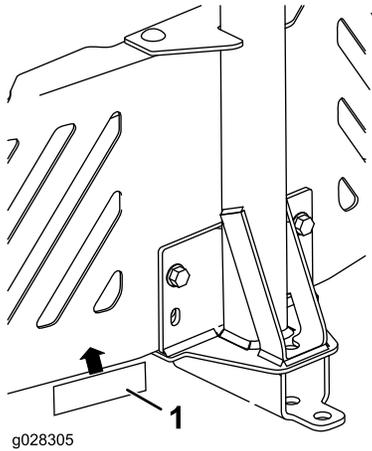

**Figura 12**
3. Sujete el bastidor de pivote a la parte inferior del bastidor de la máquina usando 2 tornillos autorroscantes (5/16" x 3/4"), según se muestra en Figura 12.